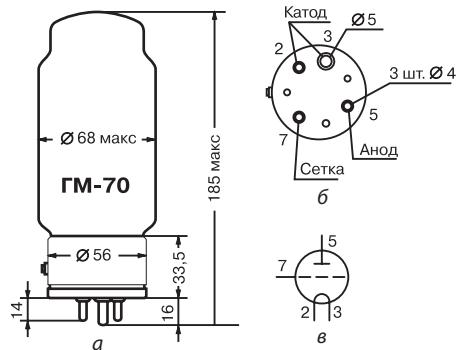

Рис. 2.99. Лампа ГМ-70:
**Лампа ГМ-70 (рис. 2.99)** предназначена для применения в модуляторах передатчиков, усиления мощности низкой частоты.